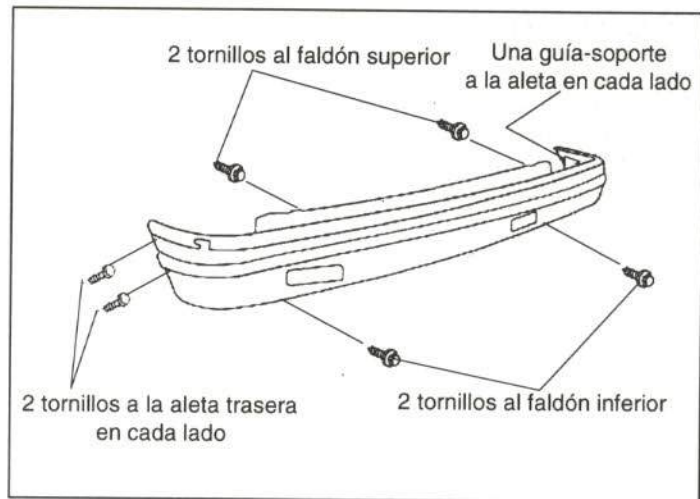

Figura 52.- Fijación del paragolpes trasero
En la figura 52 se observa su fijación.
- Paragolpes trasero (figura 52)